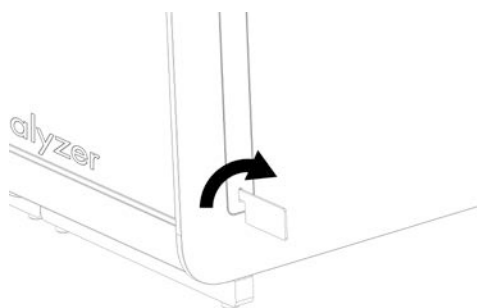

Figura 15. Remoção de tampas protetoras.
3. Remova as tampas protetoras da parte lateral do módulo analítico, utilizando a ferramenta de remoção de tampa protetora fornecida com o QIAstat-Dx Analyzer 1.0 (Figura 15).